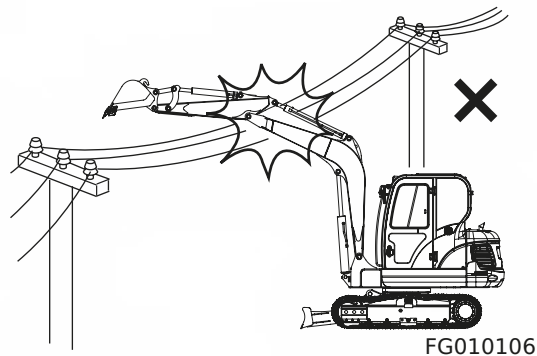

Figura 57
11. Asegúrese de que haya suficiente separación respecto a las superiores líneas de suministro eléctrico. Vea la Figura 57.